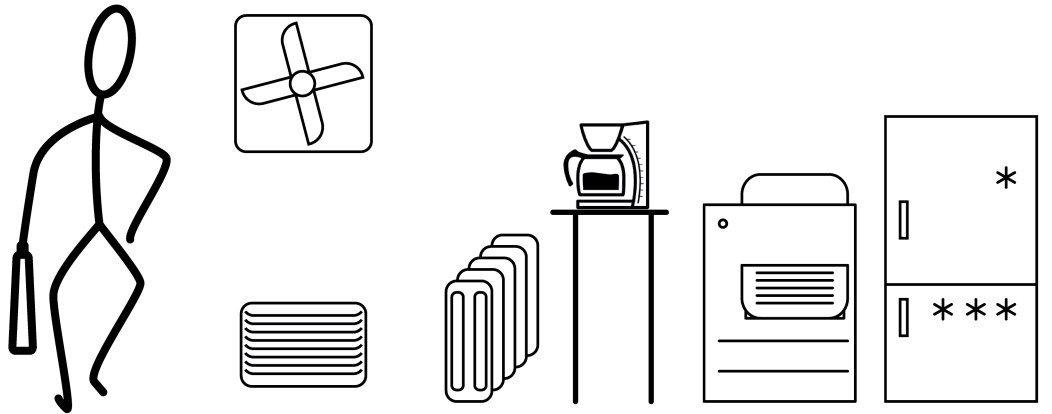

Рисунок 6: Тепловые источники в зданиях
- такие тепловые источники, как нагревательные приборы, выпуски вентиляционных каналов или систем кондиционирования, копировальные устройства, принтеры, кофеварки и т. п. (рисунок 6)